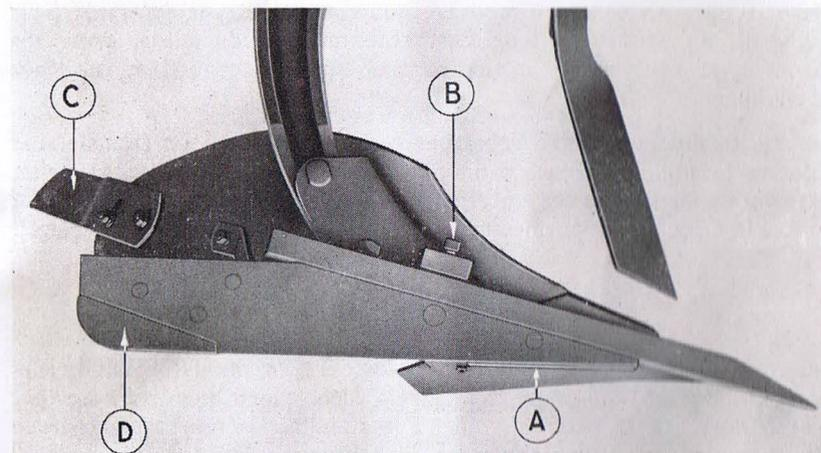

Fig. 25
La figure 25 représente le système de carrelet équipant les corps B. Le carrelet est maintenu longitudinalement, par un guide A placé entre le sep et le contre-sep et il est bloqué en position par la vis B. Pour le déplacer, il suffit de desserrer suffisamment cette vis; si nécessaire desserrer le soc qui le maintient sur l'avant.
Les contre-seps (arrière pour charrue bisoc) sont munis de talons rapportés (D fig. 25) qui peuvent être remplacés quand leur usure devient trop importante, et risque de nuire à la stabilité latérale de la charrue et provoquer une usure anormale du contre-sep.
**Prolonges de versoirs** (voir C, fig. 25).